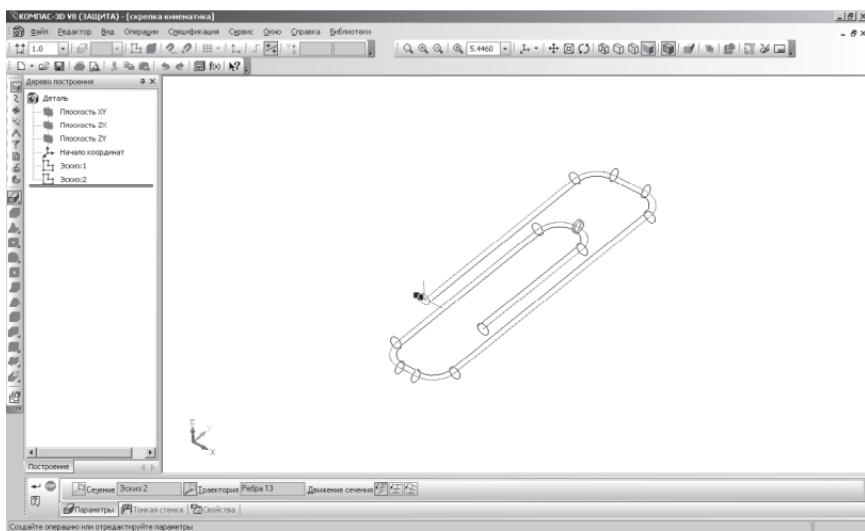

Рис. 282
- Движение сечения – Сохранять угол наклона. На экране появится фантомом канцелярской скрепки (рис. 282);